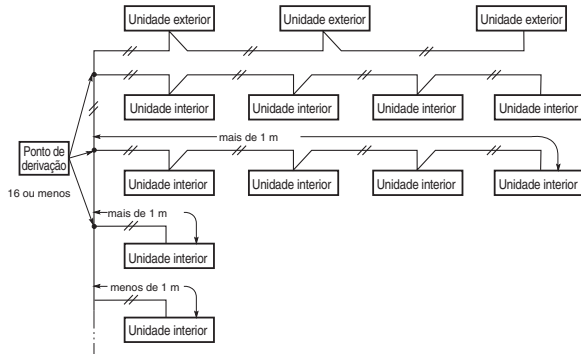

Fig. 4-3
- Se realizar a derivação da instalação eléctrica de controlo entre unidades, o número de pontos de derivação deve ser 16 ou menor. (As derivações menores do que 1 m não são incluídas no número total de derivações.) (Fig. 4-3)